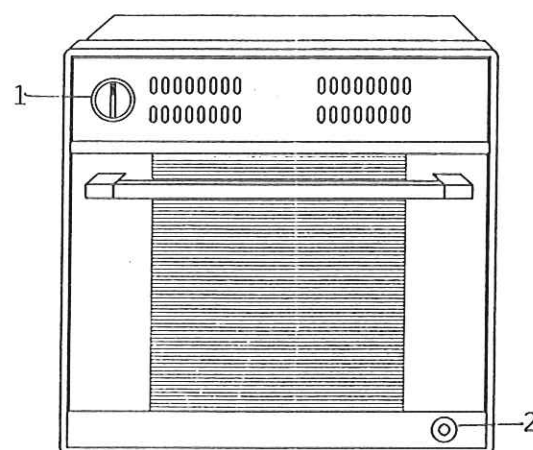

Bild 1
** Reglera temperaturen i ugnen med vredet för ugnsbrännaren (bild 1) mellan 150 och 270 °C.
Ugnsbrännaren (bild 1) tänds